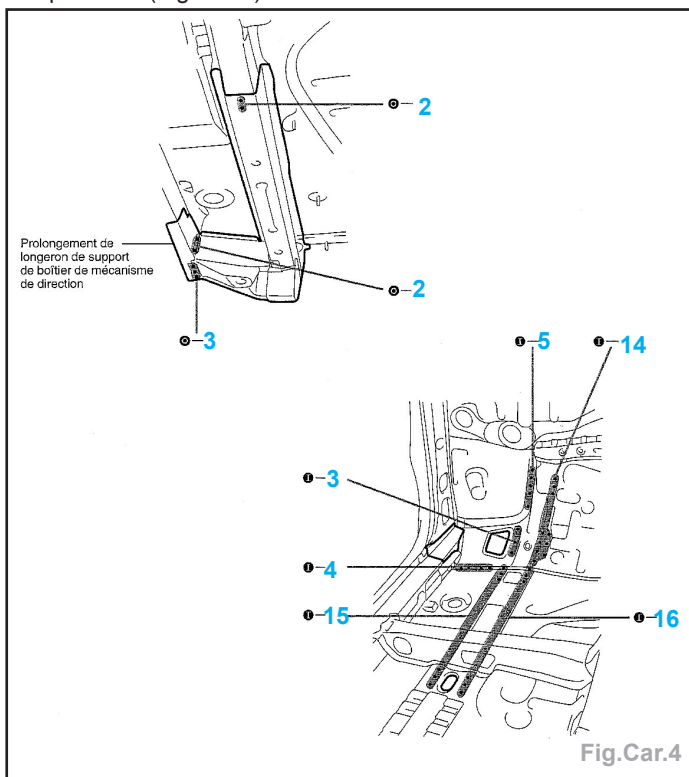

Fig.Car.4
- Fraiser, meuler les points de soudure dans l'habitacle et sous le plancher (Fig.Car.4).